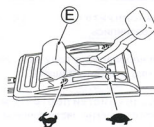

Рис. 7.
- Проверьте, чтобы во время рывка рукоятки стартера (V) за Вами никого не было.
- Крепко держите за рукоятку стартера (V), когда дергаете за нее.
- Плавно возвращайте рукоятку стартера (V) на место.
5 После использованием прогрейте машину. После прогрева двигателя начинайте стрижку травы, переведя рычаг газа (E) в положение "N". (См. рис. 7.)